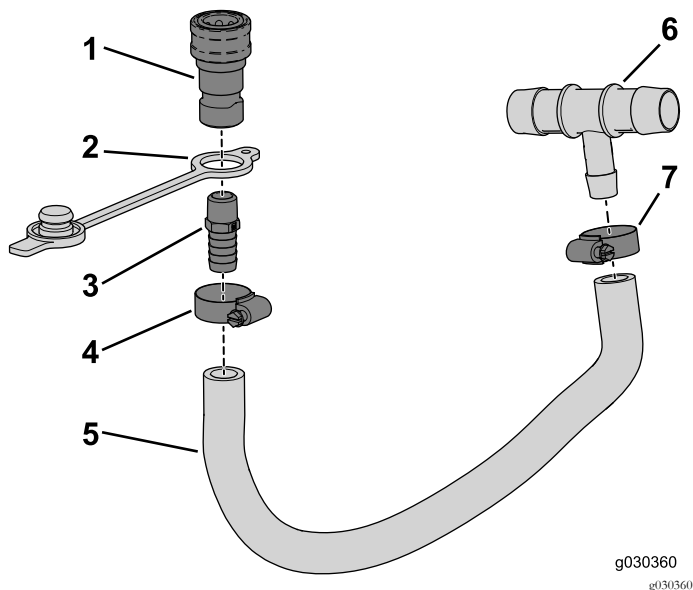

Figure 27
2. Vissez le raccord droit ($\frac{3}{8}$ NPT x $\frac{5}{8}$ cannelé) sur le raccord femelle (Figure 27).
4. Placez le bouchon protecteur par-dessus l'extrémité cannelée de l'ensemble (Figure 27).
6. Insérez l'extrémité cannelée de l'ensemble dans le flexible et fixez-le avec le collier (Figure 27).
7. Insérez l'extrémité cannelée du raccord en T dans le flexible d'entrée et fixez-le avec un collier (Figure 27).